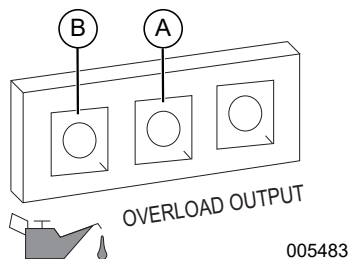

Figura 3-3. Fallo de apagado
NOTA IMPORTANTE: No sobrecargue el generador ni las tomas de corriente individuales del panel. Consulte la Figura 3-3. Si se produce una sobrecarga, el LED de sobrecarga (A) se iluminará y la salida de CA se detendrá. Para corregir este problema, consulte Luces de estado del generador. Lea la sección Conozca los límites del generador detenidamente.
El motor está equipado con un sensor de nivel de aceite bajo que apaga el motor automáticamente cuando el nivel de aceite cae por debajo de un nivel especificado para evitar que el motor se dañe. Consulte la Figura 3-3 (B). El motor no funcionará hasta que se añada aceite hasta el nivel adecuado.